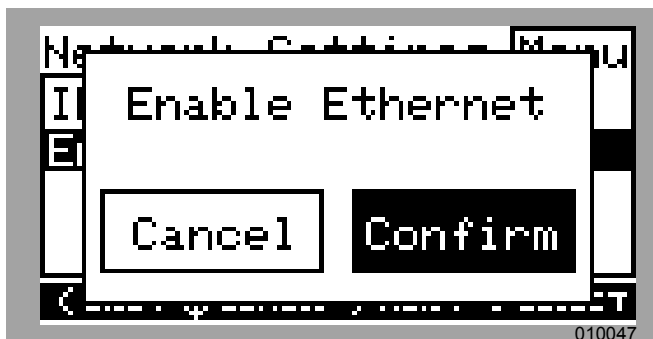

Figure 6-26. Configuration Ethernet (3 de 4)
- Voir Figure 6-26. Appuyer sur la flèche droite pour mettre Confirm (Confirmer) en surbrillance puis appuyer sur la touche centrale.